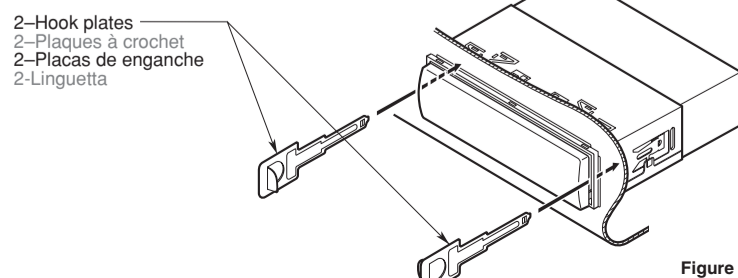

Figure 9 / Figure 9 / Figura 9 / Figura 9
3. Insert and lock the hook plates (Figure 9).
3. Insérer et verrouiller les plaques à crochet (Figure 9).